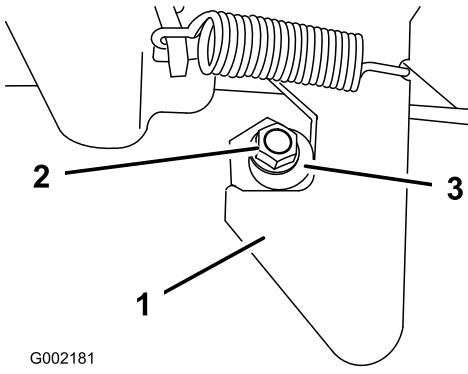

Figura 65
1. Allentate il dado di bloccaggio sull'estremità della colonnetta di ancoraggio (Figura 65).
2. Ruotate la colonnetta di ancoraggio in senso orario finché non si trova saldamente contro la sezione di aggancio del fermo (Figura 65).